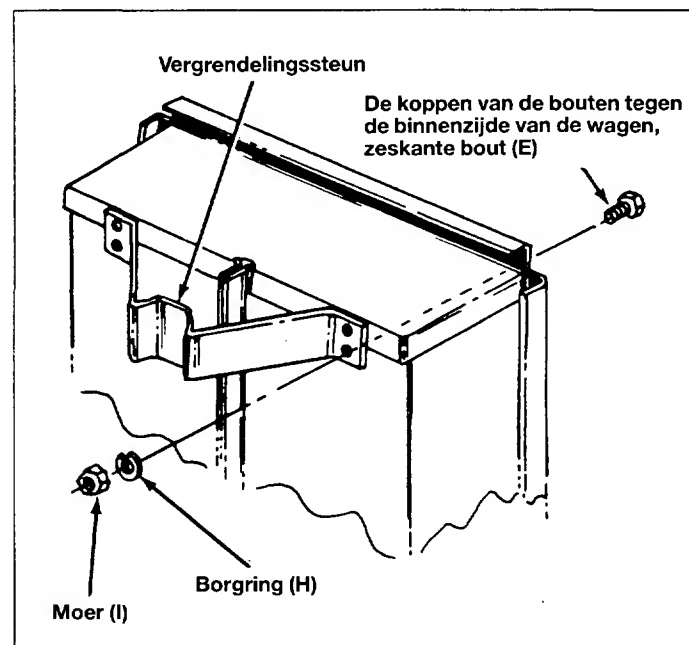

Fig. 9
14. Monteer de vergrendelingssteun met vier 6 mm×16 mm bouten (E), borgringen (H) en moeren (I). Zie fig. 9.